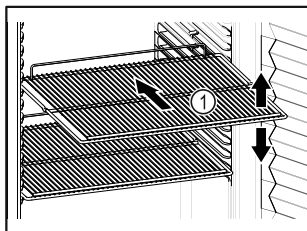

Fig. 61 Ilustrační zobrazení
- ❑ Pokud jsou odstavné plochy Fig. 61 (1) přemístitelné, přizpůsobte je vždy na danou výšku.